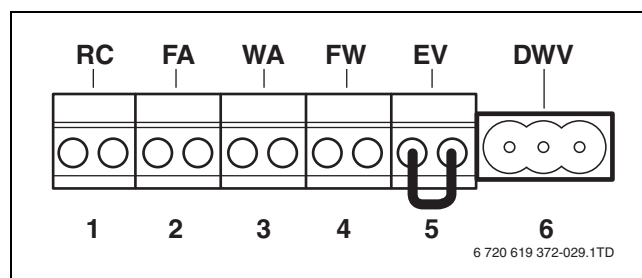

Fig. 37 Collegamenti di bassa tensione della morsettiera
- Collegare il dispositivo di regolazione modulante Buderus al morsetto arancione RC (→ fig. 37, [1]). Utilizzare un cavo elettrico bipolare da 0,4 – 0,75 mm².
- Collegare il relativo sensore della temperatura esterna al morsetto blu FA (→ fig. 37, [2]). Utilizzare un cavo elettrico bipolare da 0,4 – 0,75 mm².
- Collegare il contatto per richiesta di calore senza tensione al morsetto verde WA (→ fig. 37, [3]). La resistenza massima ammessa di questo circuito è pari a 100 Ohm. Utilizzare un cavo elettrico bipolare da 0,4 – 0,75 mm².
- Non è possibile allacciare un termostato contemporaneamente al collegamento RC (→ fig. 37, [1]) e al collegamento a morsetto della richiesta termica a potenziale zero (WA) (→ fig. 37, [3]).
- Rimuovere il ponticello a innesto sul morsetto EV (→ fig. 37, [5]).
- Collegare il contatto di commutazione esterno al morsetto rosso EV (→ fig. 37, [5]).
- Collegamento dei moduli al bus EMS con assemblaggio del modulo esterno al morsetto RC (→ fig. 37, pagina 21).